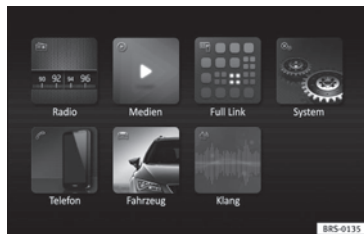

Abb. 80 Easy Connect: Hauptmenü.
- Drücken Sie die Infotainment-Taste **MENU** / und tippen Sie anschließend die Funktionsfläche **Fahrzeug** an » **Abb. 80**.